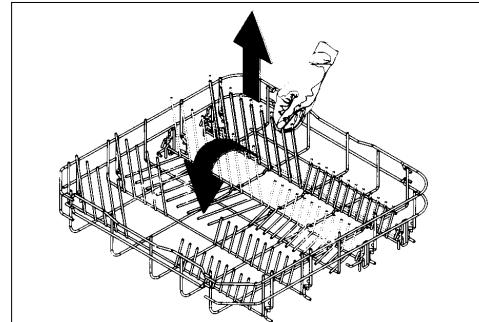

Abb. 10
- Die Tellergestelle können je nach Modell-ausführung umgeklappt werden (siehe Abb. 10).